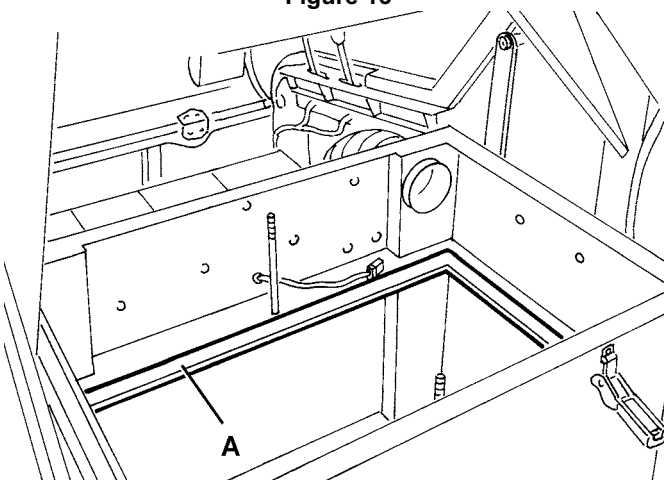

Figure 15
9. Si besoin est, nettoyer le long du périmètre du joint en caoutchouc (A, Fig. 15) du logement du filtre et contrôler que le joint est intact. En cas contraire, le remplacer.